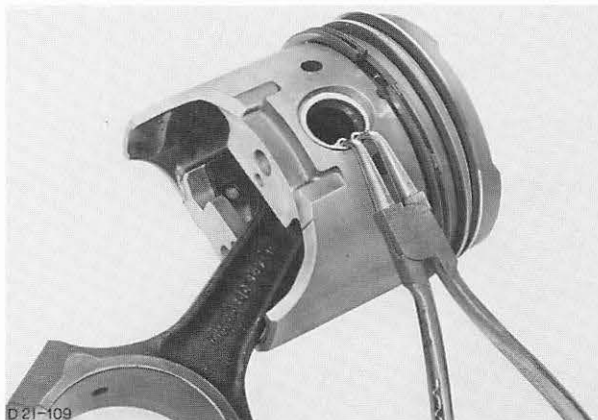

Abb. 302 Sicherungsring entfernen
1. Sicherungsringe aus Kolbenbolzenaugen entfernen, Abb. 302.